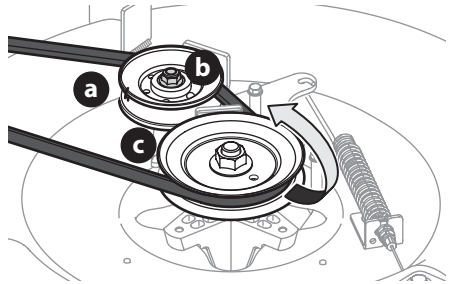

Figure 37
7. Desserrez le contre-écrou à bride (b) qui fixe la poulie de tension (sur les plateaux de coupe de 24" seulement) (a) afin de créer assez d'espace pour retirer la courroie. Retirez la courroie autour de la poulie d'entraînement (c) et de la poulie de tension (a) du plateau de coupe (Figure 37).